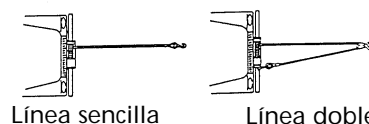

Figura 1
1. El cabrestante HUSKY 8500 está clasificado para una capacidad de 3.856 Kg (8,500 lb). **NO LO SOBRECARGUE. NO INTENTE TIRAR DE CARGAS PESADAS POR TIEMPO PROLONGADO. NO MANTENGA LA CORRIENTE AL CABRESTANTE SI EL MOTOR ENTRA EN PÉRDIDA.** Las sobrecargas pueden dañar el cabrestante y/o el cable de alambre y crear condiciones inseguras de operación. PARA CARGAS PESADAS, RECOMENDAMOS EL USO DEL CONJUNTO DE BLOQUE DE POLEAS Y GANCHO OPCIONAL (Nº DE PIEZA 7750A) PARA DUPLICAR LA LÍNEA DE CABLE DE ALAMBRE (FIGURA 1). Esto reduce la carga sobre el cabrestante y el esfuerzo del cable de alambre en un 50% aproximadamente. Si sujeta el cable al vehículo, sujételo al chasis u otra pieza que soporte el peso. El motor del vehículo debe estar funcionando durante el funcionamiento del cabrestante para reducir al mínimo el desgaste de la batería y aumentar al máximo la potencia y velocidad del cabrestante. Si se realizan tiros considerables con el motor apagado, la batería puede estar demasiado descargada como para volver a arrancar el motor.